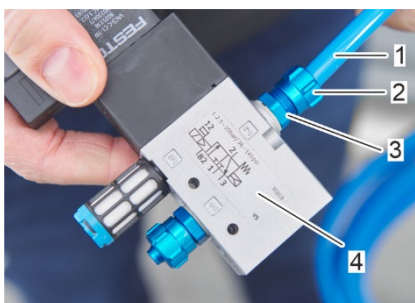

Abbildung 65: Sicherung Sie den Druckluftschlauch am Anschluss 2
8. Stecken Sie das ventileitige Ende des Druckluftschlauches (Abbildung 65/1) auf den Einschraubstutzen am Anschluss 2 (Abbildung 65/3) des 3/2-Wege-Magnetventils (Abbildung 65/4).
9. Befestigen Sie den Druckluftschlauch (Abbildung 65/1) am Anschluss 2 des 3/2-Wege-Magnetventils, indem Sie die Überwurfmutter (Abbildung 65/2) auf den Einschraubbolzen (Abbildung 65/3) schrauben.